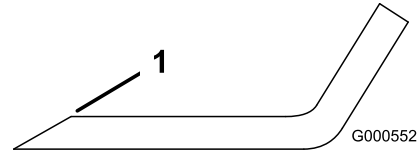

Figura 83
1. Utilice una lima para afilar el filo de corte en ambos extremos de la cuchilla (Figura 83).
**Nota:** Si la cuchilla no está equilibrada, rebaje algo el metal en la parte de la vela solamente (Figura 83).